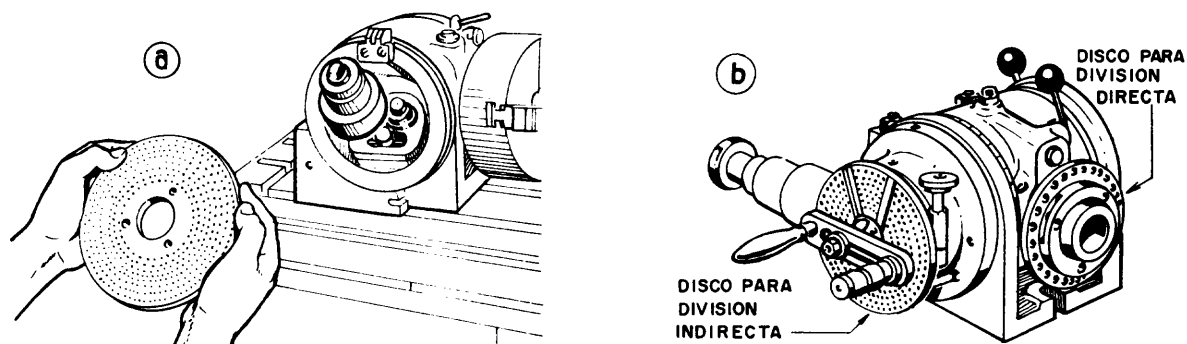

Fig. 3
- a Monte el disco perforado sobre el eje según fig. 3(a y b).